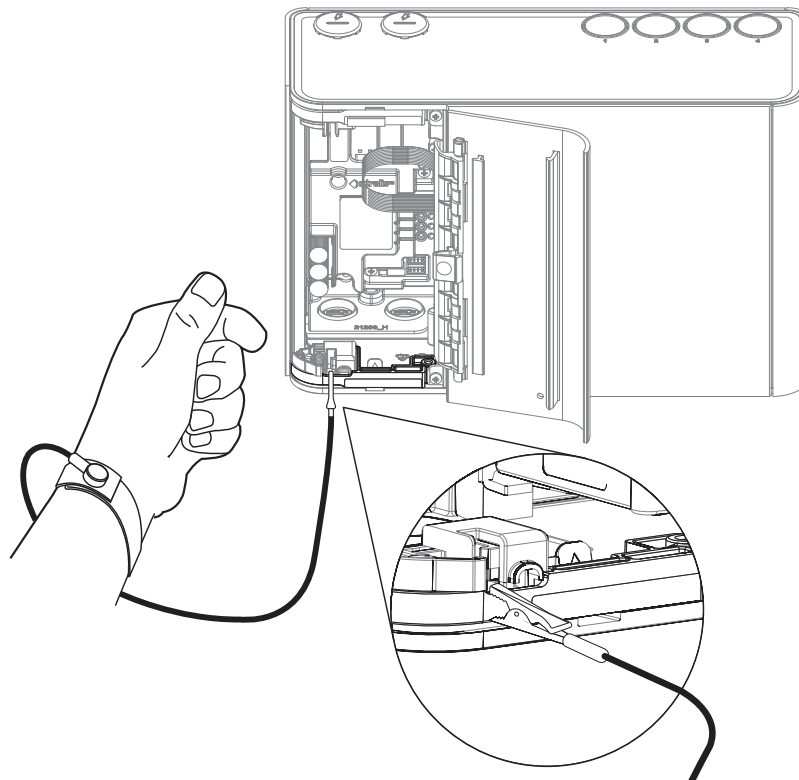

Figure 7-7: Wrist Strap application
**Caution:** Electrostatic discharge (ESD) precautions need to be taken prior to removing the fascia from the detector. A wrist strap must be connected to the case of the detector (Figure 7-7).
**Attention :** Les precautions contre le decharge electrostatique dois etre respecter avant d'ouvrir le panneau du detecteur. Un bracelet doit être raccordé au panneau du détecteur (Figure 7-7).